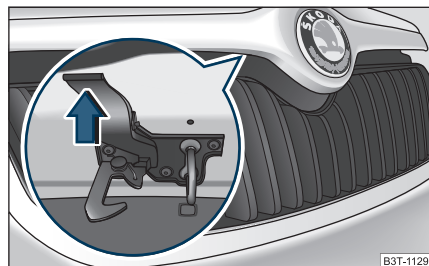

Fig. 201 Rejilla del radiador: Palanca del seguro
- Pulsar el seguro ⇒ fig. 201, se desbloquea el capó del vano motor.